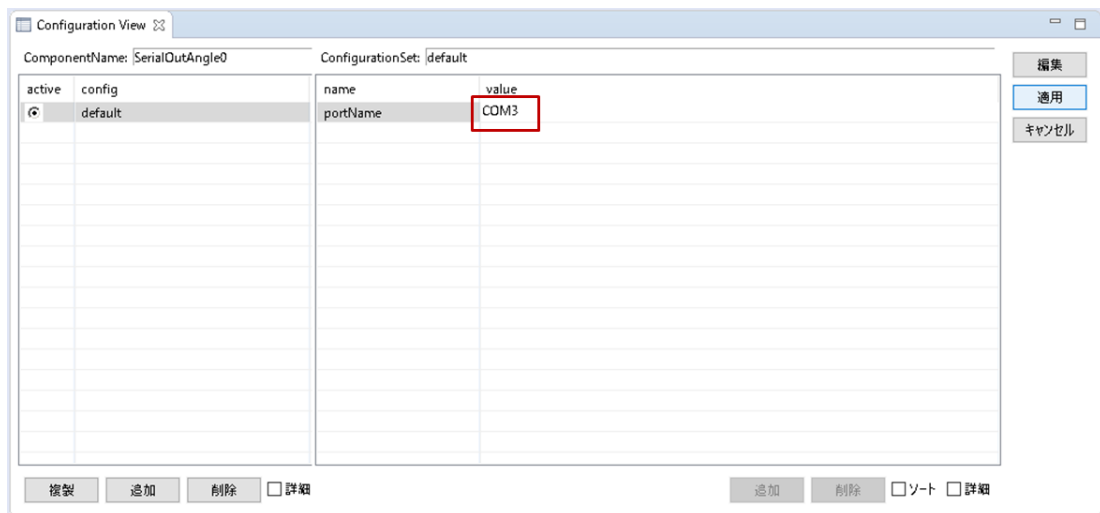

図 16 シリアルポートの設定
- ⑨ 「System Diagram」上の「SerialOutAngle」コンポーネントを選択する。「Configuration View」の「portName」欄にマイコンが接続されているポート名を入力し、適用を選択（図 16）。